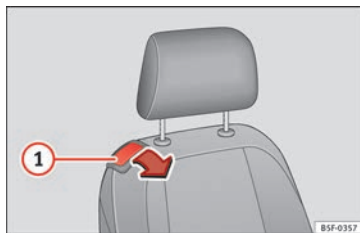

Fig. 108 Banco dianteiro do passageiro: alavanca para rebater o encosto.
- Puxe a alavanca ① » Fig. 108 e empurre o encosto para a frente para que este fique em posição horizontal.